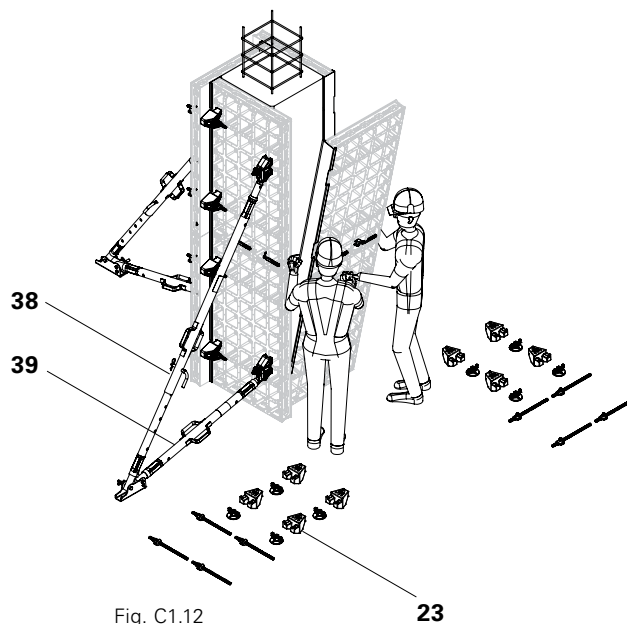

Fig. C1.12
2. Rimuovere il connettore d'angolo DUO (23) dai due lati di un pannello.
5. Rimuovere i puntelli (38) e i bracci (39) dalla terza unità.
8. Liberare le piastre base dell'ultima unità, rimuovere i puntelli e i bracci e spostare i pannelli. (Fig. C1.12)
2. Allentare e rimuovere il connettore d'angolo DUO (23) dal pannello. (Fig. C1.12)